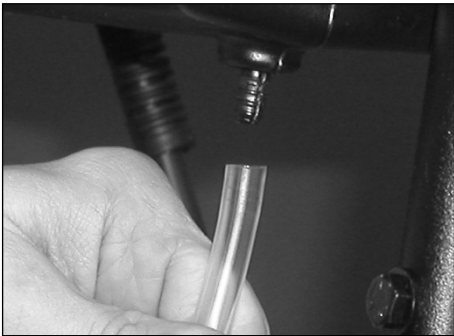

Figure 3 - Fixez le tube d'aspiration à la tétine
4. Glissez le tube de plastique transparent fixé au pied sur la tétine du tube de plastique noir du réservoir de détergent (Voir la Figure 3).